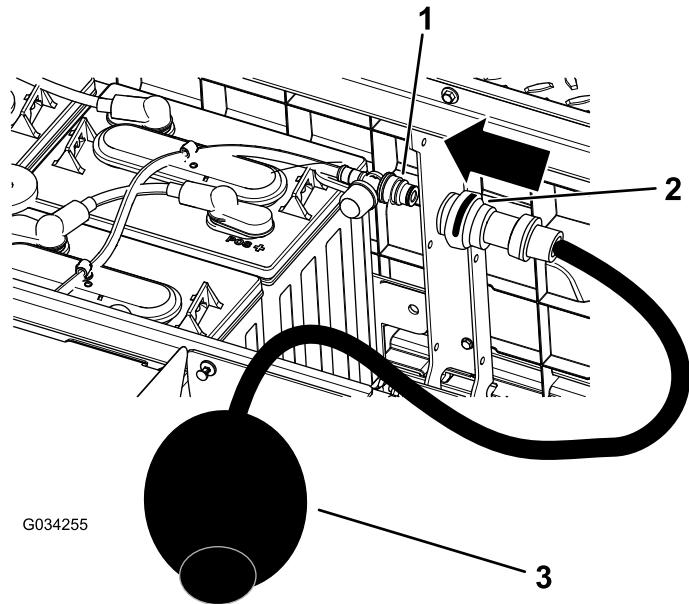

Рисунок 37
- Подсоедините ручной водяной насос Toto к отверстию для заливки воды (Рисунок 37).